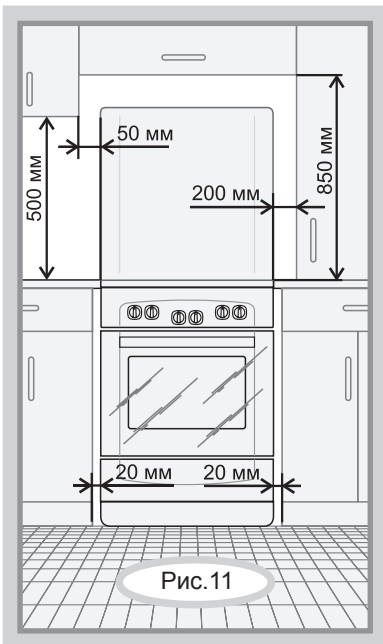

Рис.11
- Минимальные расстояния, которые необходимо выдерживать при установке плиты, показаны на рис.11. Задняя стенка плиты должна отстоять от поверхности стены не менее чем на 50 мм. Торцы мебели на уровне варочной поверхности стола защитить металлическими накладками. Кухонные полотенца, шторы и т.п. должны находиться на безопасном расстоянии, исключающем их воспламенение.